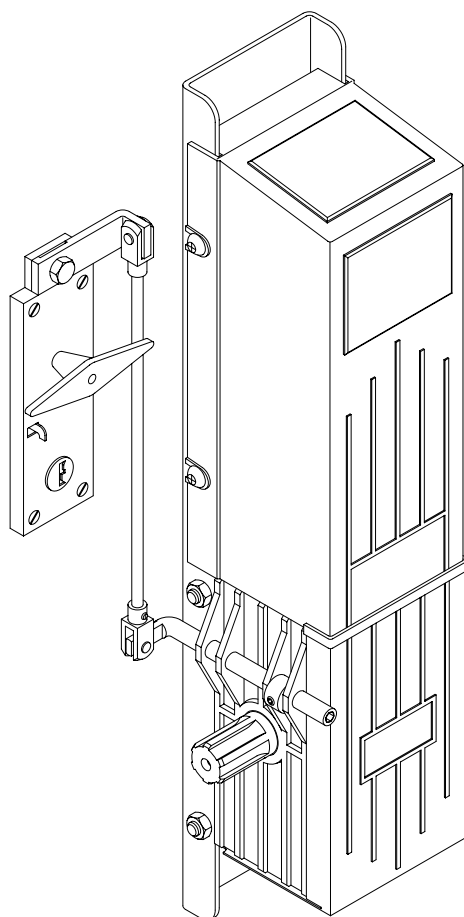

Fig.12
7.2 Sblocco interno a maniglia con chiave personalizzata (fig. 12).
7.2 Handle internal release with personalized key (fig. 12).
7.2 Déblocage interne à manivelle et clé personnalisée (fig. 12)
7.2 Desbloqueo interior a manilla con llave personalizada (fig.12).